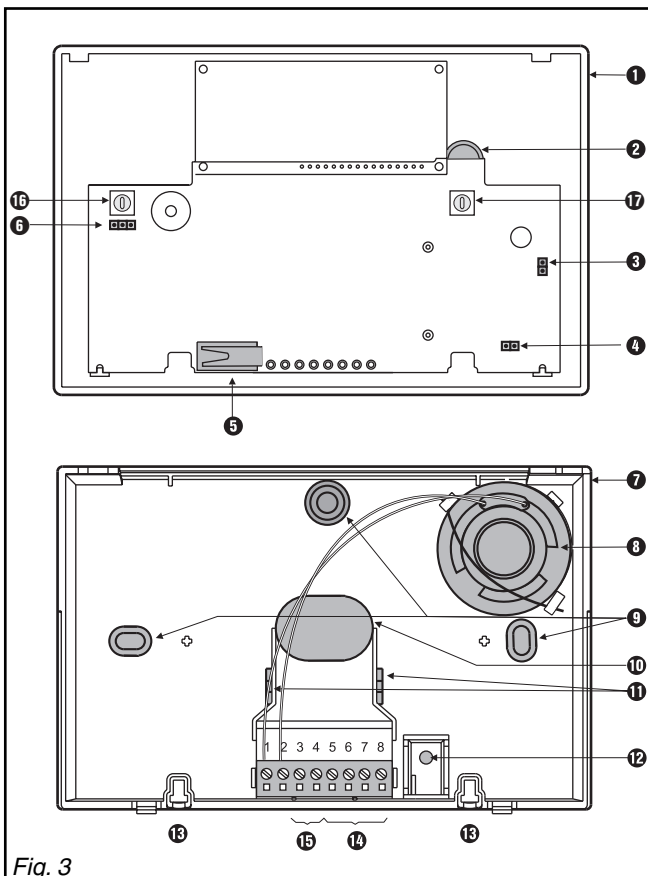

Fig. 3
- 1 - Pousser les 2 ergots (A) vers l'intérieur et soulever le couvercle (B).
3.3 Composants du produit (fig. 3)
- ❶ Embase du boîtier.
- ❷ Carte SMK 51.
- ❸ Cavalier associé à la sensibilité du microphone.
- ❹ Cavalier associé au volume sonore du haut-parleur.
- ❺ Autoprotection.
- ❻ Cavalier de réglage du volume sonore du buzzer.
- ❼ Capot du clavier.
- ❽ Haut-parleur.
- ❾ Trous de fixation.
- ❿ Entrée de câble.
3.4 Montage du boîtier et de l'autosurveillance à l'arrachement (Fig. 3)
- 1 - Marquer les perçages pour les 3 trous de fixation ❾ (fig. 3) et pour la vis d'autosurveillance à l'arrachement ⓬ (fig.3)
- 3 - Positionner dans les gorges ⓭ (fig. 3) les écrous de fixation du couvercle sur l'embase.
- 4 - Faire passer le câble par une entrée de câble ❿
- 5 - Fixer l'embase au moyen de 3 vis en ❾.
- 6 - Mettre en place la vis d'autosurveillance en ⓬ (fig. 3).
3 - Visser, sur les écrous (E) (fig. 3), les vis de fixation du couvercle sur l'embase en (C).
La sensibilité du microphone est maximale si le cavalier (E) (fig. 3) est fermé, et minimale en position ouverte.
Le volume sonore du haut-parleur est maximal si le cavalier (E) (fig. 3) est fermé, et minimal en position ouverte.
Déclaration du niveau de sécurité (fig. 3) :